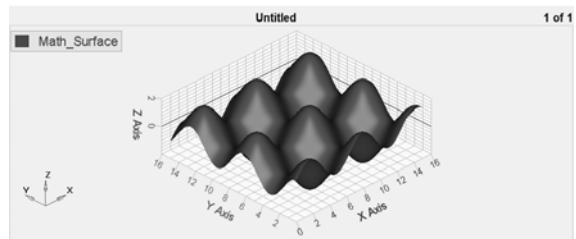

图 13-116 生成三维曲面
- (12) 单击 Apply 按钮生成曲面图。结果如图 13-116 所示。